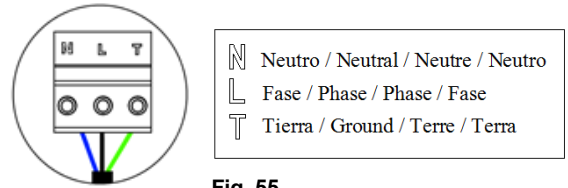

Fig. 55
La conexión de alimentación eléctrica al módulo la realizaremos mediante una borna de 3 pines ubicada en la parte inferior izquierda del módulo (Fig. 53) ①. Para ello fije el cable con los tornillos de la borna, **respetando la polaridad de las bornas** (Fig. 55).